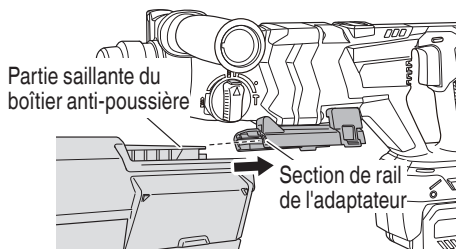

Fig. 5
- (3) Pour installer le système d'extraction de poussière, insérez le rail du système d'extraction de poussière dans la fente de rail de l'adaptateur et appuyez jusqu'à ce qu'un clic se fasse entendre. (Fig. 5)